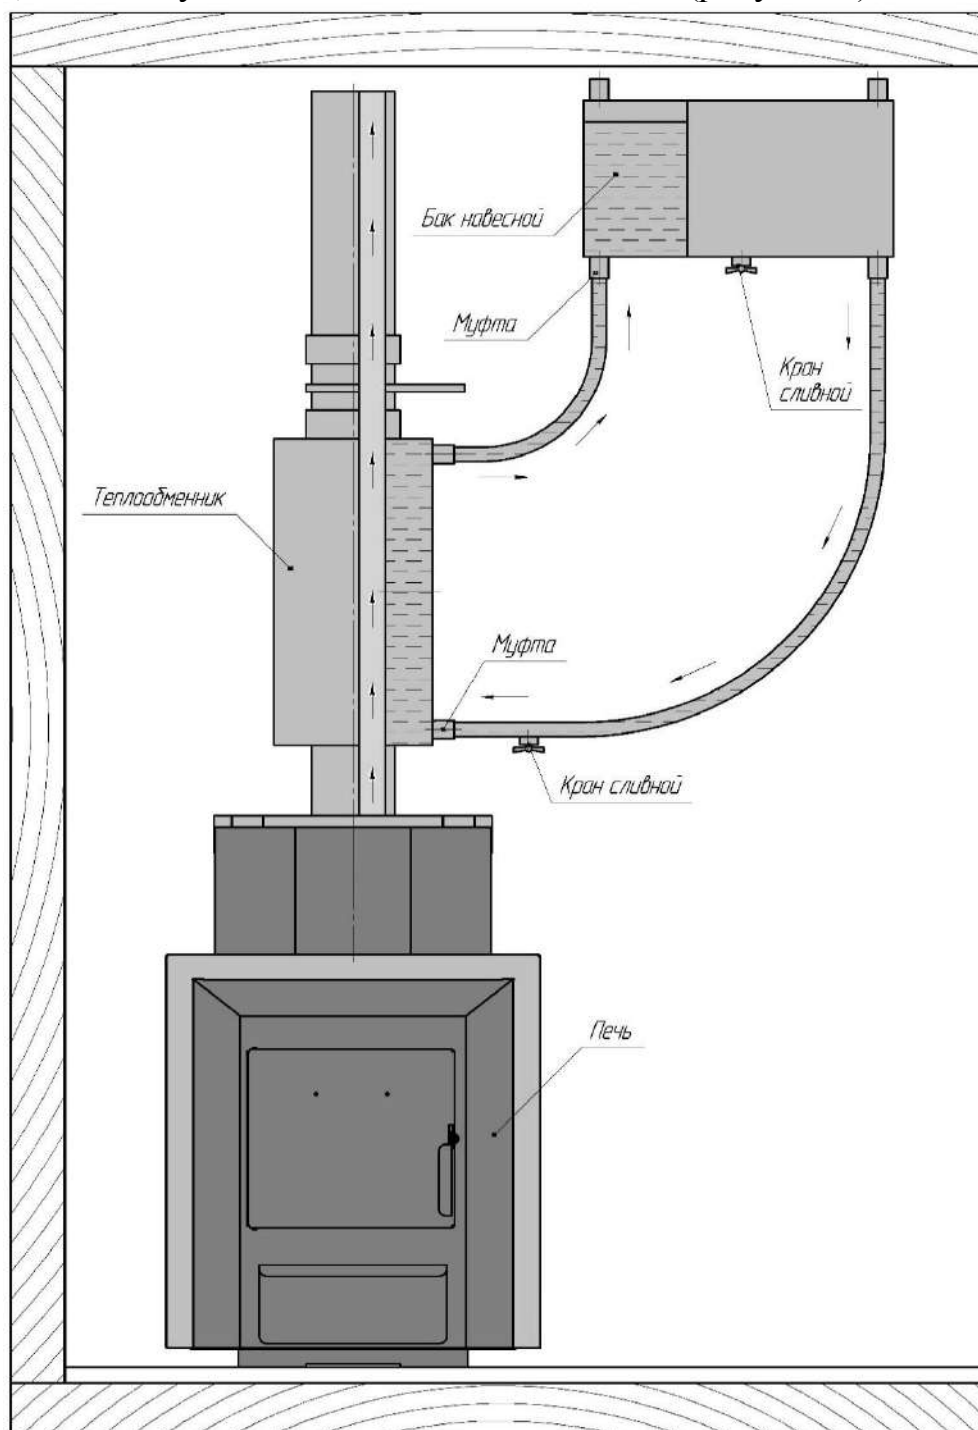

Рисунок 3: Вид спереди: подключение бака для горячей воды к банной печи газо-дровяной банной печи «Анютка, Анютка Мини, Анютка XXL»
- на печь устанавливается теплообменник, который подсоединяется к выносному баку – это отдельно весящий бак, который может быть размещен, в любом удобном месте или помещении (рисунок 3).